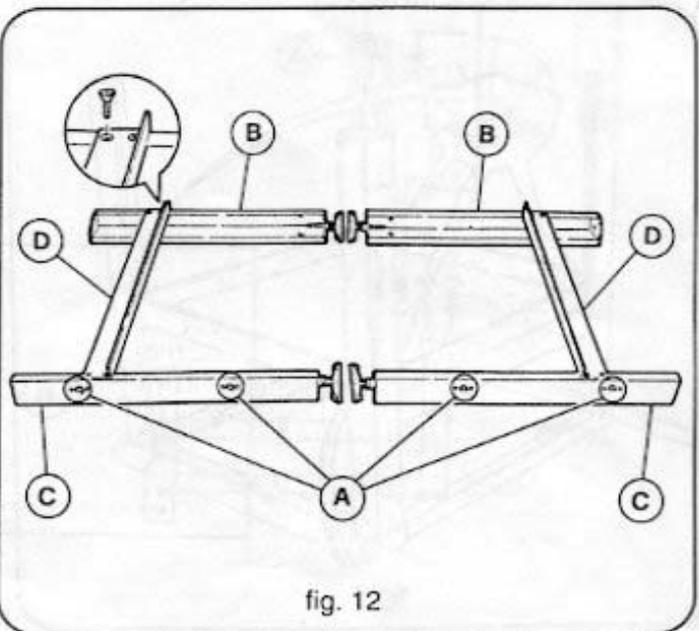

fig. 12
- Alle Teile aus der Verpackung nehmen und die 4 Beine wie in Abb. 12 gezeigt anordnen, wobei die Position der zwei Beine C zu beachten ist, an denen die Verschlussvorrichtungen A angebracht sind.